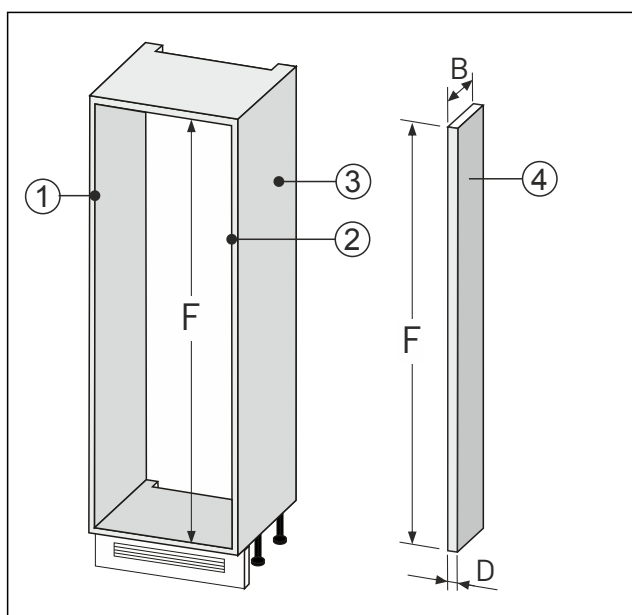

Fig. 92
- Изработете изравнителя за стена Fig. 92 (4) съгласно горепосочените размери.